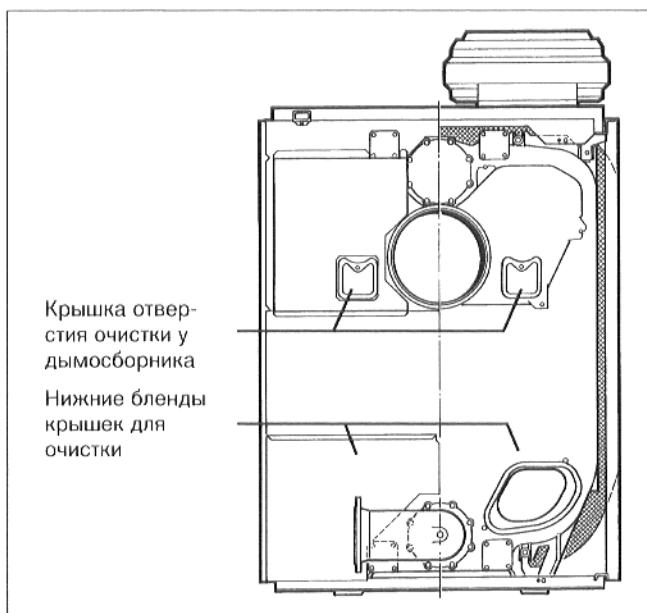

Рис. 61
- Открыть у дымосборника крышку отверстия для очистки (рис. 61).
- Снять бленды крышек отверстий для очистки, отцепив их от боковых стенок, и снять крышки отверстий для очистки (рис. 61).